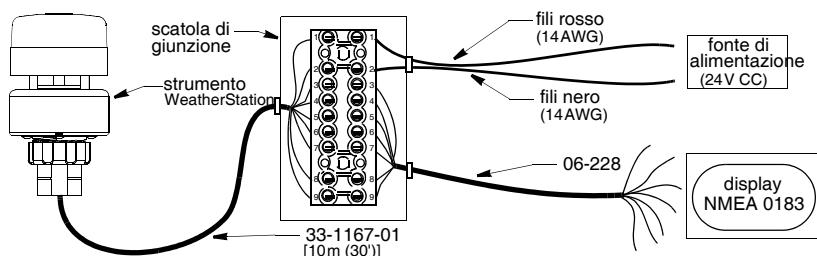

Figura 6. Cablaggio della scatola di giunzione (non in scala)
Instradate il cavo della WeatherStation verso una scatola di giunzione (Figura 6). Instradate un cavo separato dalla scatola di giunzione al display NMEA. Instradate i fili 14AWG rosso e nero dalla scatola di giunzione a una fonte di alimentazione a 24V CC. *Non fissate ancora i cavi e i fili in posizione.*
2. Strip Spellate il rivestimento esterno per 60mm (2-1/2") e ripiegate lo schermo dell'estremità tagliata (Figura 6 o 7).